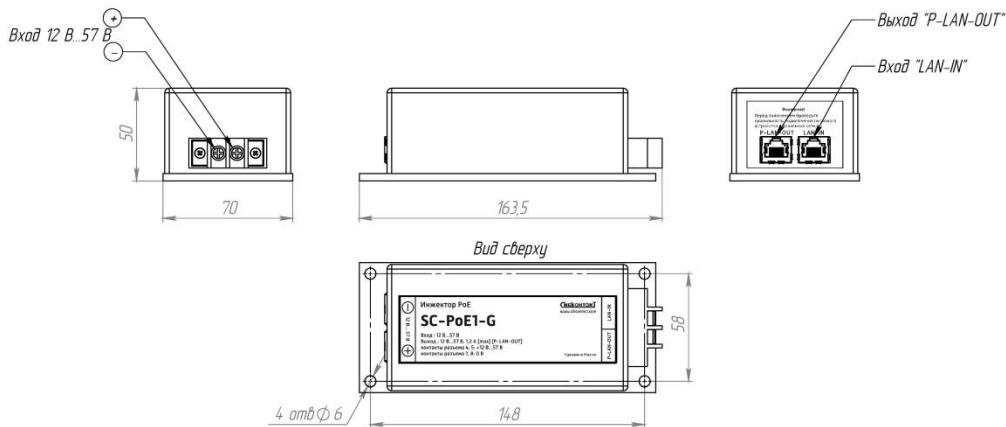

Рис. 1 Внешний вид прибора
4.1. Инжектор состоит из следующих основных элементов (см. рисунок 1):